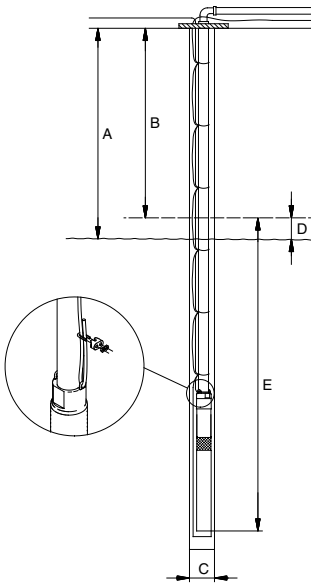

Fig. 9 Profundidad de la instalación
- Cuando se use una tubería de plástico, se recomienda un alambre de seguridad de acero inoxidable para bajar y levantar la bomba. Sujete el alambre a la abertura de la bomba, ver fig. 9.
El nivel dinámico del agua siempre debe estar por arriba de la bomba, ver fig. 9.